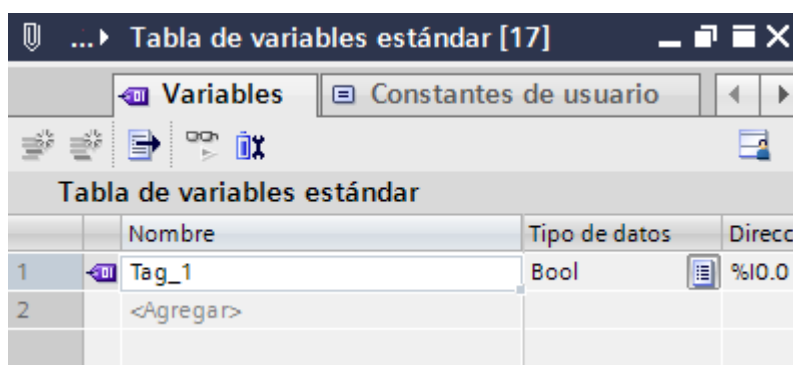

Figura 11. Variable agregada.
9. Aparecerá agregada la primera variable como se muestra en la Figura 11. De doble clic en el nombre y colóquele el que se indica en la Tabla 1 para esa dirección, es decir "Abrir".